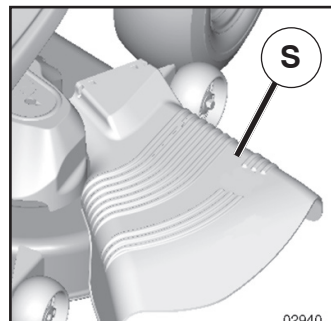

Fig. 21
PRECAUCIÓN: No opere la segadora sin, ya sea, el recogedor de césped completo en las segadoras así equipadas o con la protección contra la descarga (S) en su lugar. (Vea Fig. 21)